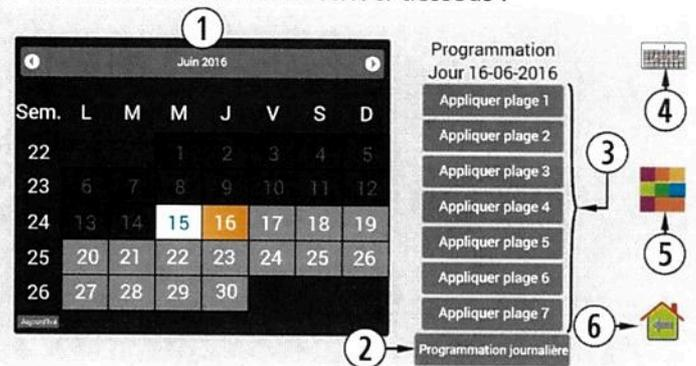
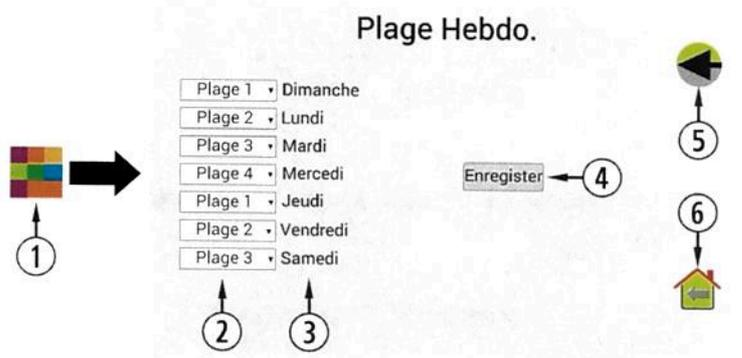

Figure 48
Figure 51
Pour accéder à la programmation hebdomadaire, il faut cliquer sur son icône (figure 48) et accéder à l'écran de programmation. Il doit indiquer sur chaque jour de la semaine quel modèle nous voulons utiliser e, enregistrer la programmation et, après, activer la programmation comme indiqué dans le point ④ de la figure 51.